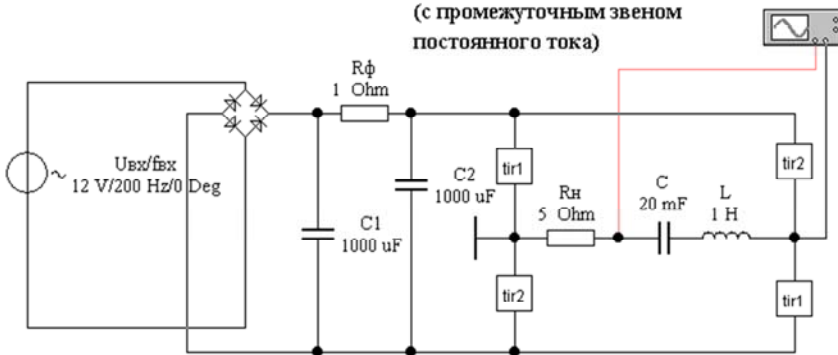

Рис. 21.7. Преобразователь частоты с промежуточным звеном постоянного тока (файл **pc1.ewb**)
2. Исследование преобразователей частоты (ПЧ). Изучить ПЧ с промежуточным звеном постоянного тока (файл **pc1.ewb**, рис. 21.7).